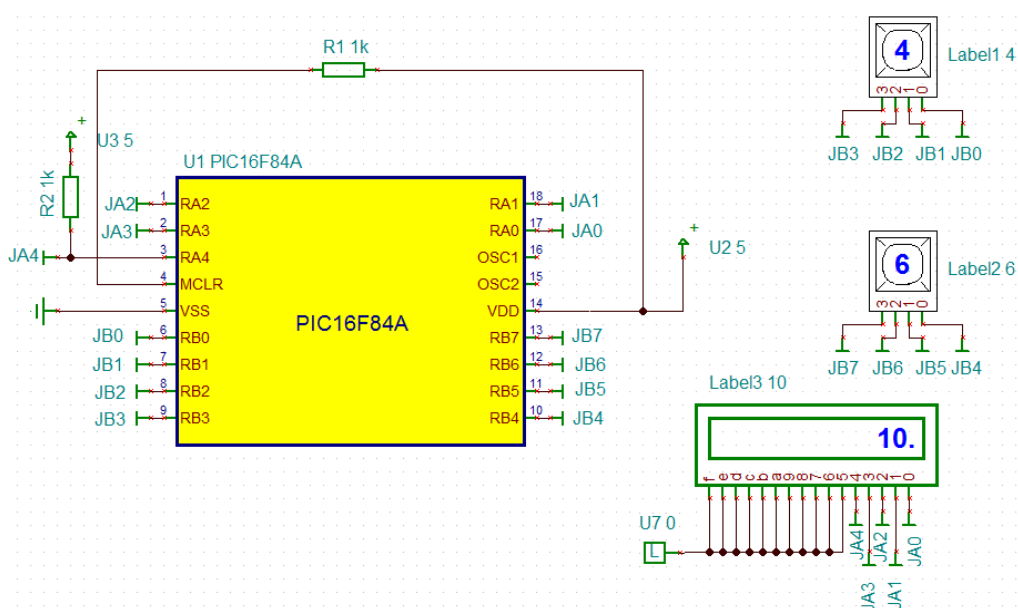

Рис.4.17. Модель сумматора
1. Собрать в программе TINA модель сумматора (рис.4.17) и сохранить схему в папке TI-LAB4 под именем LAB4. Сумматор содержит микроконтроллер, две HEX-клавиатуры и LCD – дисплей. Клавиатуры подключены к линиям порта В, работающим на ввод. Дисплей подключен к линиям RA0-RA4 порта А, работающим на вывод. Вывод RA4 с открытым коллектором подключен через R2 к питанию.